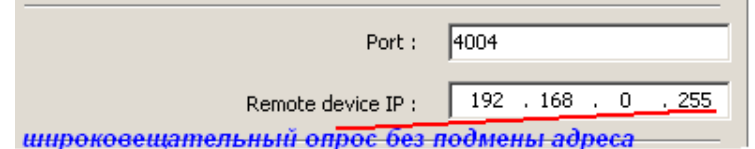

Рис. 8.
- работа с использованием широковещательных пакетов (см. рисунок 8);